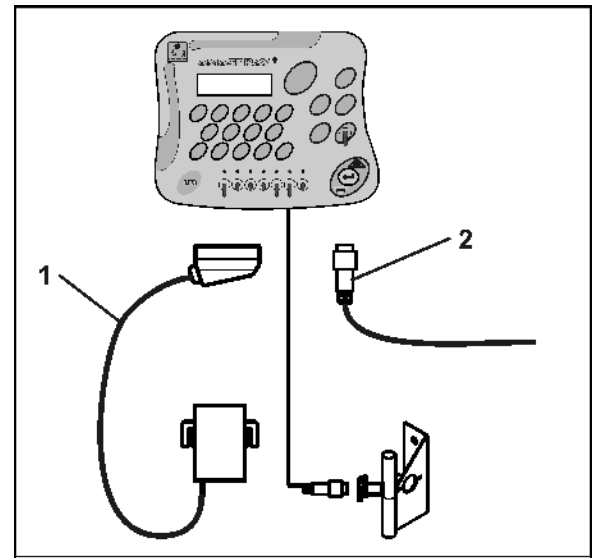

图 3
1. 通过机器插头 (图 3/1) 连接在拖拉机上悬挂的机器。
将拖拉机信号插座或传感器 X (图 3/2) 的信号线与 AMASPRAY+ 连接。